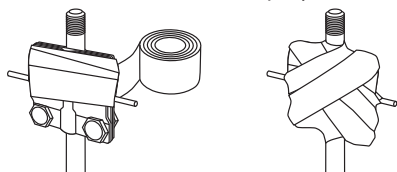

Рисунок 6. Гидроизоляция крестового соединения
7.10. Крестовые зажимы, соединенные со штырями и проводником, необходимо обмотать гидроизоляционной лентой (см. рисунок 6).